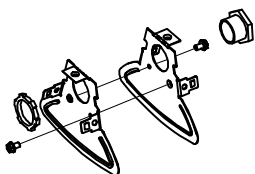

Fig 6: Réunionnant
- 2) Retirer rejoindre endcaps et retirer KO's. Fixer les embouts avec (2) vis de 4mm et (1) taille 16 chase mamelon pour créer l'assemblage menuisier comme le montre la Fig 6.